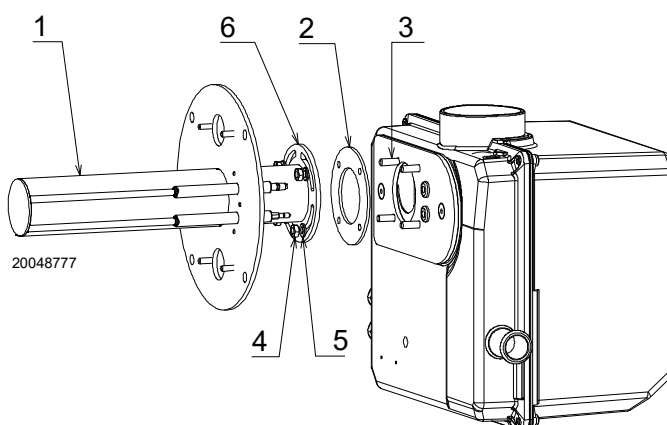

Abb. 6
- Die vormontierte Mutter 4)(Abb. 6) mit Unterlegscheibe 5) lösen;